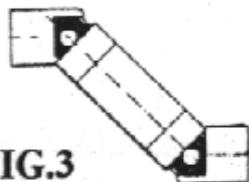
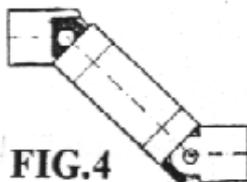

FIG.3
FIG.4
- 2º. Cuando se emplean dos juntas sencillas unidas por un eje intermedio debe observarse que se corresponda la posición de las horquillas en ambas juntas (fig.3,correcto; fig.4, incorrecto).